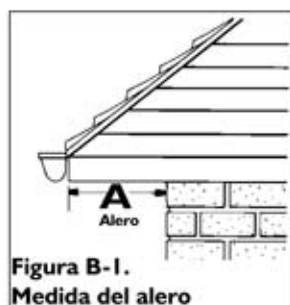

Figura B-1.
PASO 1. Para cada zona de la lista del cuadro B-5, tome las medidas correspondientes (véase las Figura B-1 en la página 67 y B-3 en la página 69) y calcule el largo del cable necesario. Suma la medida de cada una de las "zonas" para determinar el total del largo del cable necesario.